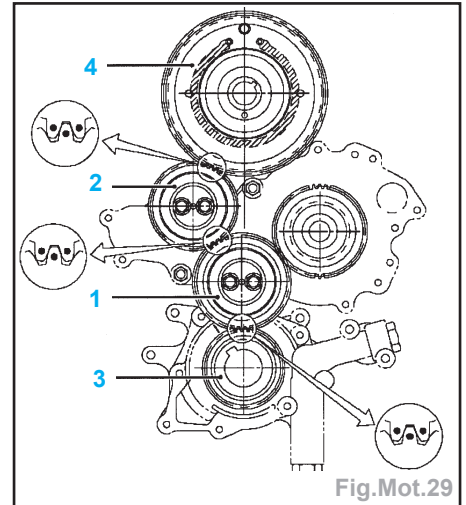

Fig.Mot.29
- Reposer les deux pignons intermédiaires (1) et (2) en positionnant correctement leurs repères avec ceux des pignons de pompe à huile (3) et de pompe haute pression (4) (Fig.Mot.29).